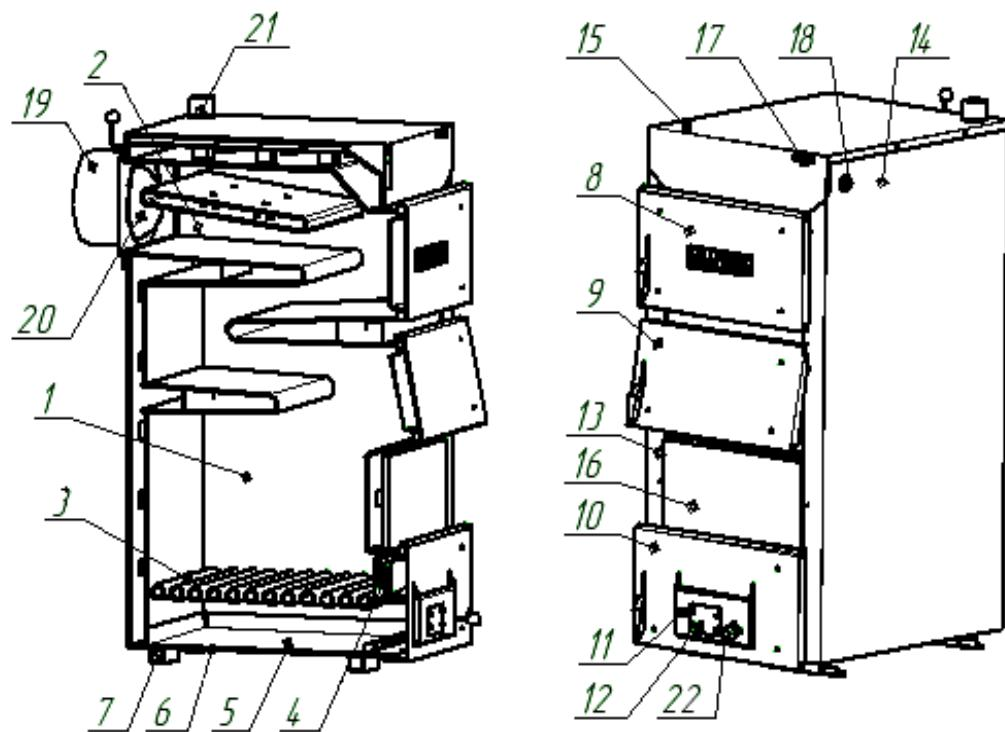

Рисунок 1. Котел опалювальний
для утворення шару висотою приблизно 150 мм, після чого завантаження припинити на термін 15-20 хвилин для зайнання палива. Після завантаження, закрити завантажувальні дверцята, заслінку на шурувальних дверцях відкрити за допомогою ручки регулювання доступу повітря (поз.12, рисунок 1) .
7.1.4 Регулювання температури води у котлі проводиться за допомогою шиберу (поз.20, рисунок 1) та заслінки (поз.11, рисунок 1). Для збільшення температури необхідно відкрити шибер та заслінку, для зменшення — повністю або частково закрити шибер та заслінку.